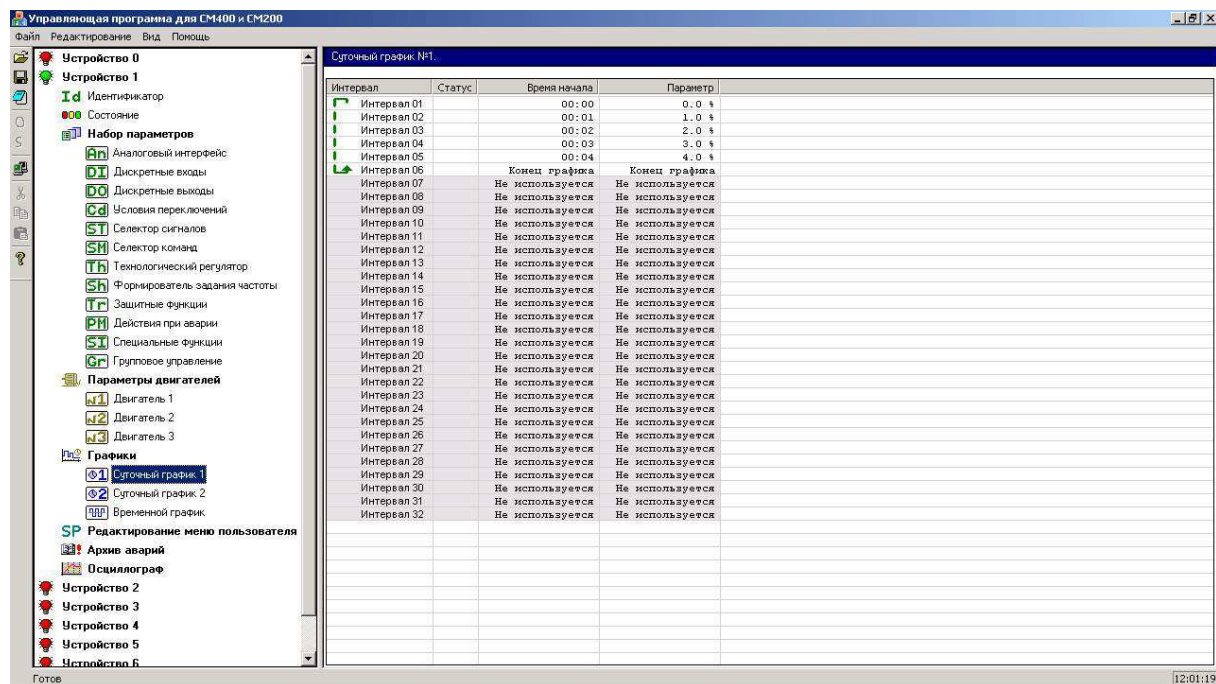

Рисунок 4-21. Окно отображения суточного графика.
-  **Суточный график 1.** (см. рис. 4-21).
Конец каждого графика обозначается надписью «**Конец графика**» в столбцах «**длительность**» и «**параметр**». Все интервалы, идущие после конца графика, затеняются (см. рис. 4-21, 4-22).